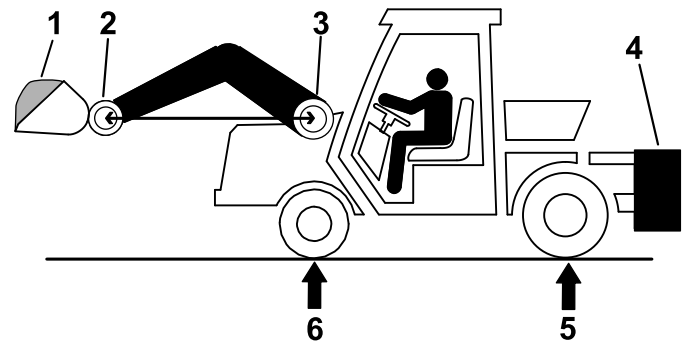

Figura 30
1. Coloque uma carga completa no cesto, eleve o cesto para a posição mais para a frente como se mostra na Figura 30.
2. Numa balança, meça o peso bruto do veículo no eixo frontal e traseiro, com o carregador elevado de forma a que o pino da articulação do cesto esteja tão alto como o pino da articulação da rampa (Figura 30).
Nota: Se R for **menor** que o peso do eixo traseiro necessário (RRAW), não é necessário lastro (Figura 30).